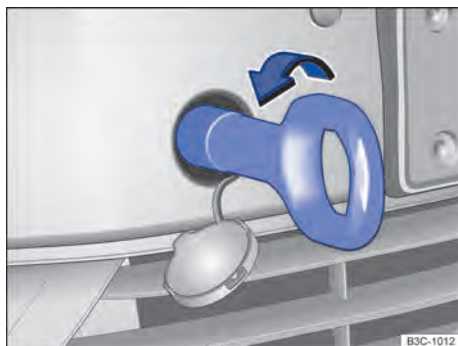

Fig. 263 No para-choque dianteiro à direita: rosquear a argola de reboque.
- Rosquear a argola de reboque ⇒ Fig. 263 tão firme quanto possível **no sentido anti-horário** no alojamento ⇒ . Utilizar um objeto apropriado com o qual a argola de reboque possa ser rosqueada com firmeza no alojamento.
- Após a rebocagem, girar a argola de reboque ⇒ Fig. 263 com um objeto adequado **no sentido horário**.